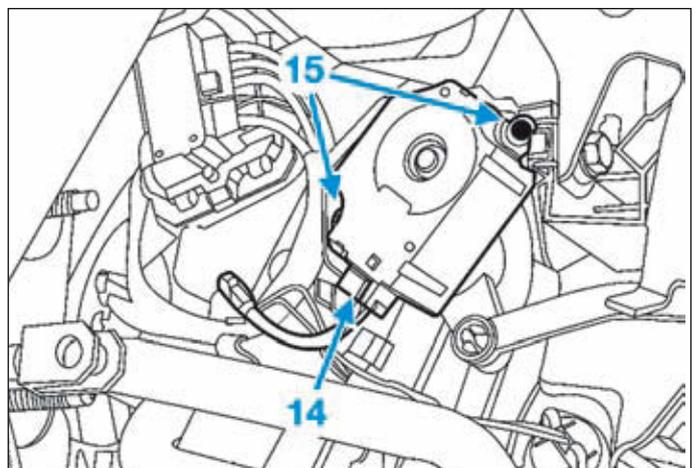

FIG.58
- Désaccoupler l'axe (12) du servofrein de la pédale de frein.
- Déposer les écrous de fixations de l'ensemble pédale de frein pédale d'accélérateur (13).
- Débrancher le connecteur (14) (Fig.58).
- les vis (15) du moteur de mélange d'air gauche,